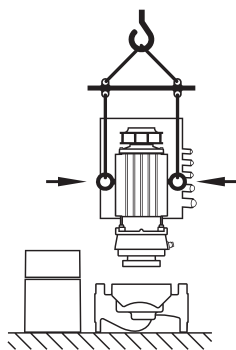

Fig. 25: Moottori-juoksupyöräyksikön kuljetus
- Jos kuljetussilmukat on siirretty tai ne siirretään moottorilaipasta moottorin koteloon, niitä saa käyttää vain moottori-juoksupyöräyksikön (Fig. 25) kantamiseen tai kuljettamiseen, mutta ei kokonaisen pumpun kuljettamiseen eikä moottori-juoksupyöräyksikön